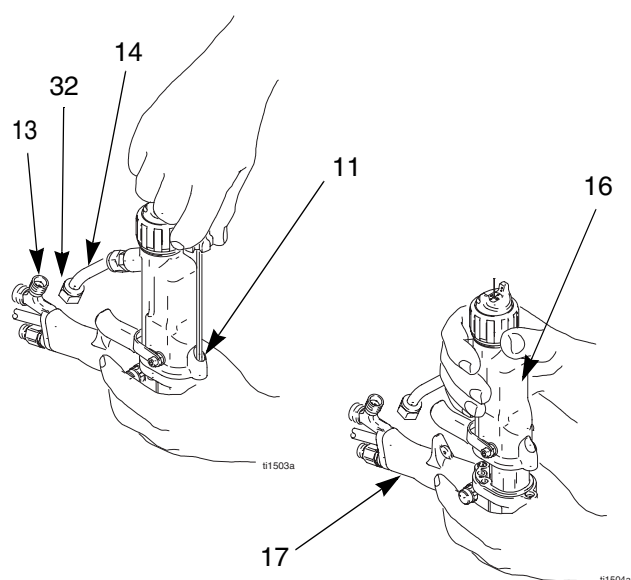

Fig. 15. Desmontaje del cañón
4. Sostenga la empuñadura de la pistola (17) con una mano y tire del cañón (16) hacia afuera extrayéndolo de la empuñadura. Vea la Fig. 15.